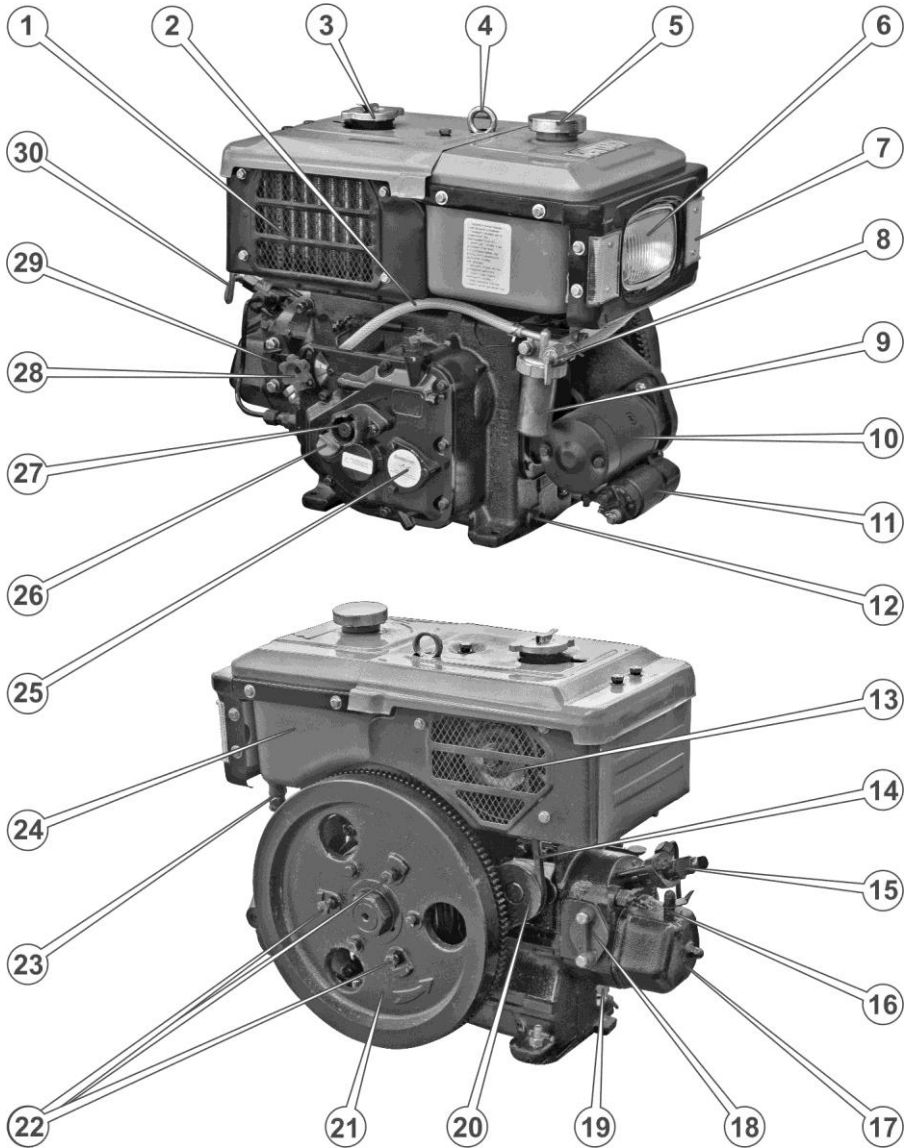

Рисунок 3. – Органи двигуна R180
**Зовнішній вигляд, комплектація та розташування складових частин двигуна R180 можуть дещо відрізнятися від зображених на рис. 3.**